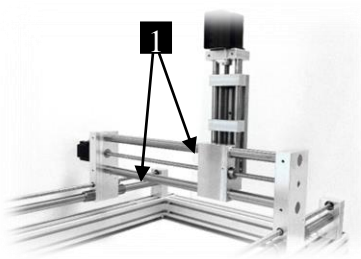

Abb. 30: Linearführung der Y-Achse
- 5 Zwei Linearführungen der Y-Achse (Abb. 30 /1) mit einem Leichtlauföl benetzten Putzlappen *DIN* 61650 einölen oder alternativ das Öl mit einem dafür geeigneten Pinsel aufzutragen.